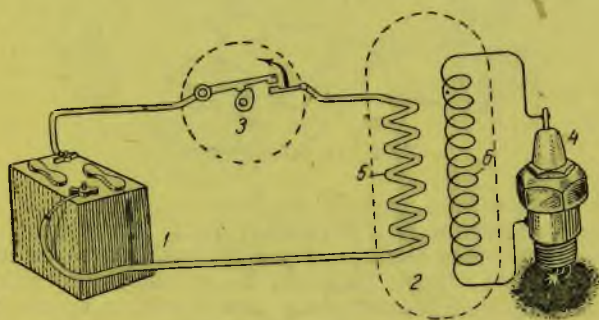

Рис. 132. Схема батарейного зажигания
На рис. 132 представлена схема батарейного зажигания, т. е. получение тока высокого напряжения при помощи аккумулятора (1), индукционной катушки (2), прерывателя (3) и разрядника — запальной свечи (4).